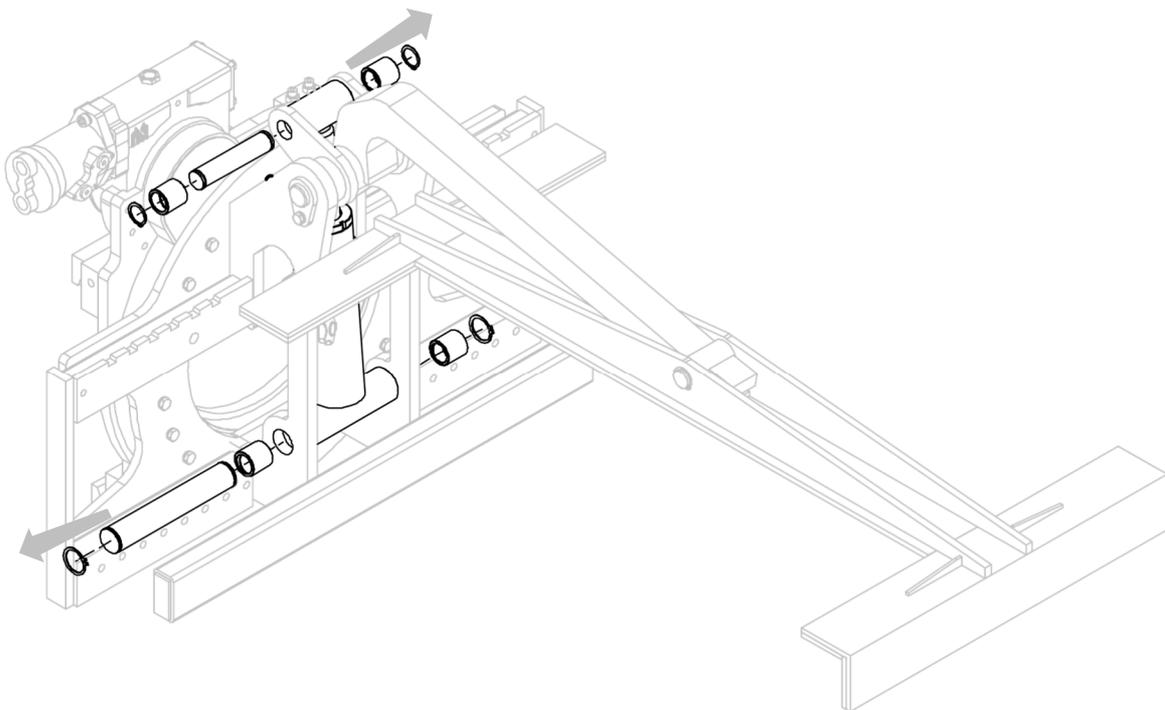

Abbildung 19
4. Nehmen Sie die *Abbildung 19* als Referenz.